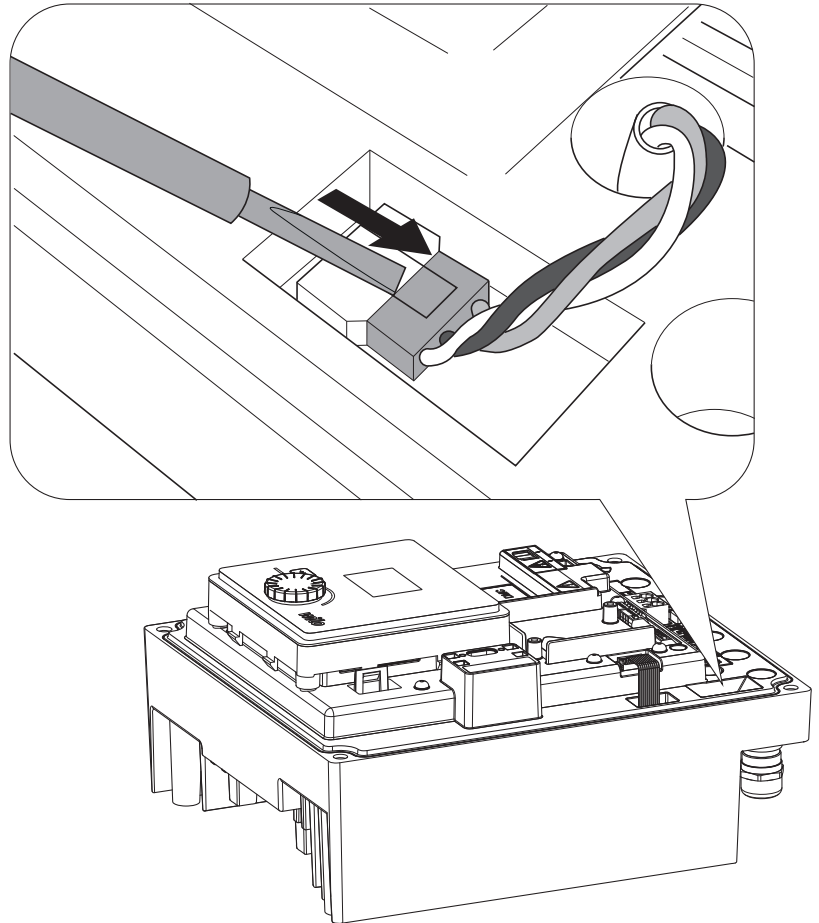

Fig. 46: Освобождане на захранващ кабел на вентилатора на модула
- Издърпайте захранващия кабел на вентилатора на модула. (Fig. 46).